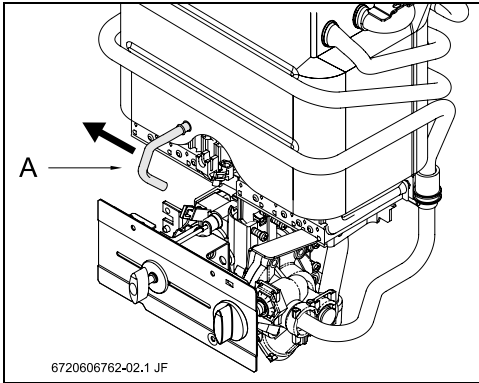

Рис. 1
- ▶ Отсоединить запальник от основной горелки (Рис. 1, [A]).